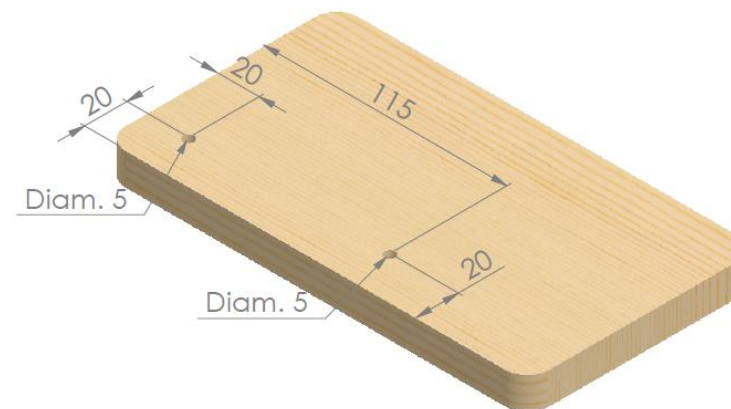

Figura 68. Fixação da chapa de apoio para os braços - Passo 1
- Passo 1: Faça dois furos passantes nas duas chapas de MDF 200X110X15 mm, com a broca de 5 mm, conforme a figura 68;